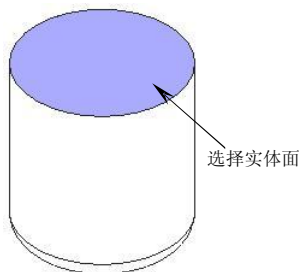
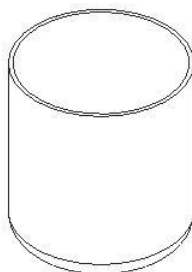

图5-44
图5-45
- 在【特征操作】工具条中单击【外壳】按钮，弹出【外壳】对话框。在【厚度】输入框中输入“2”，然后选择图 5-44 所示的实体面作为移除面，最后单击 **确定** 按钮创建外壳特征，结果如图 5-45 所示。